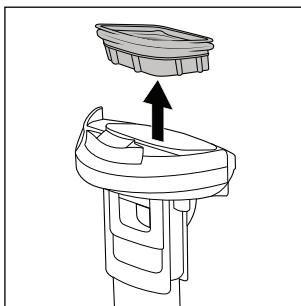

Afb. 22
- ◆ Giet het vuile water met het vuil uit het reservoir (zie afb. 22).